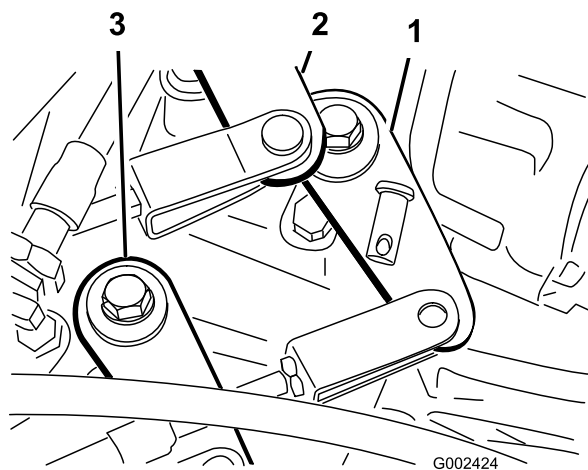

Figure 54
2. Enlevez les axes de chape qui fixent les câbles aux bras sélecteurs de la boîte-pont (Figure 54).
1. Enlevez l'axe de chape qui fixe le câble de gamme haute/basse à la boîte-pont (Figure 54).